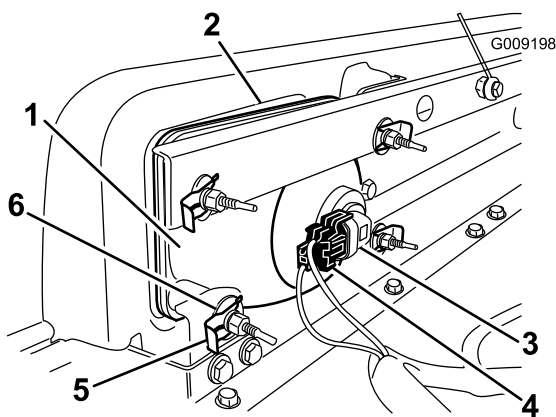

Figura 34
2. Rimuovete il gruppo faro anteriore spostandolo in avanti attraverso l'apertura nel paraurti anteriore (Figura 34).
- Montate il nuovo faro anteriore attraverso l'apertura nel paraurti (Figura 34). Assicuratevi che i poli di regolazione siano allineati con i fori nella staffa di montaggio del paraurti.